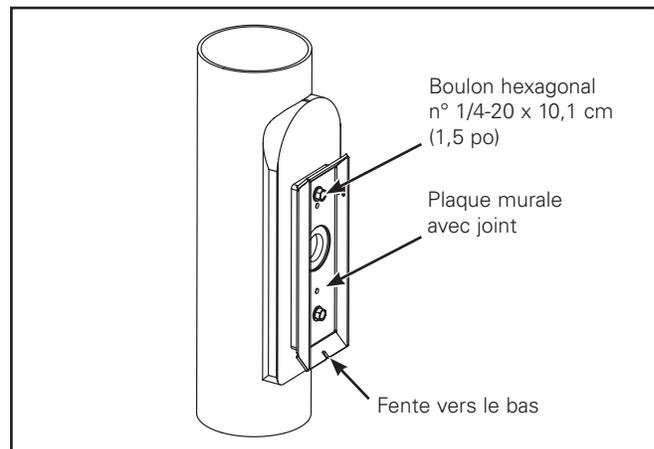

Figure 3.
2. Fixez la plaque de montage du boîtier, la fente vers le bas, à l'aide des boulons hexagonaux 2 x 1/4 po-20 tel qu'illustré. Le couple de serrage devrait être de 5,6 Nm (50 po-lb) (Figure 3.)